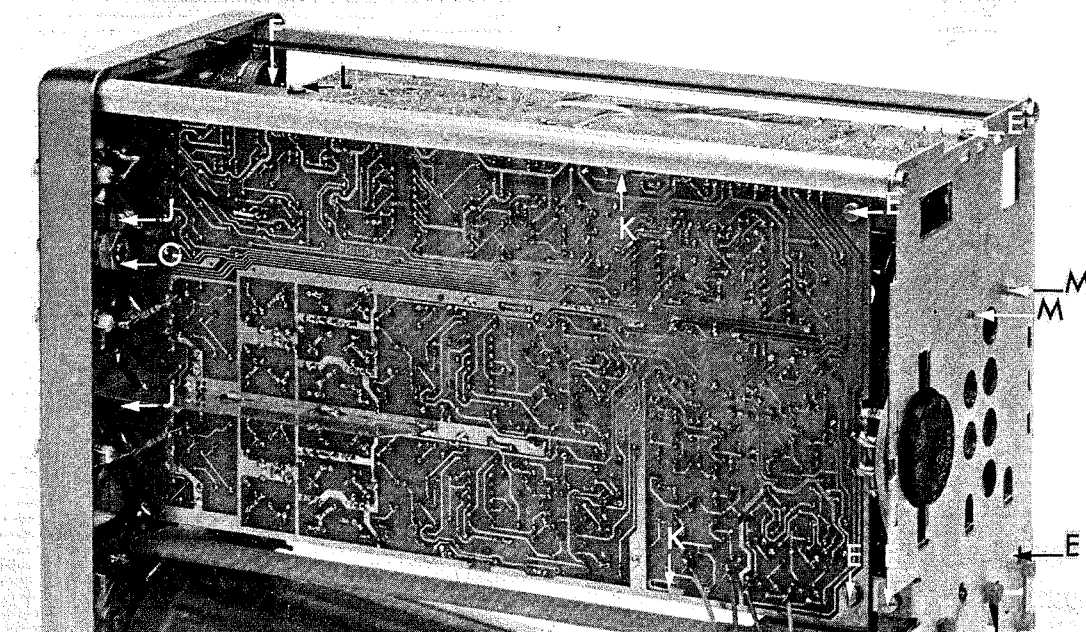

Fig. 2.7. Démontage
- 5 vis E (Fig. 2.7.) maintenant les platines sur le panneau arrière.
- 1 vis F (Fig. 2.7.) derrière le panneau avant (au-dessus).
- 1 écrou G (Fig. 2.7.) derrière le panneau avant (au-dessous).
- Dévisser les deux écrous J (Fig. 2.7.) ainsi que les deux écrous des douilles d'entrée A et B.
- Déboîtier l'étrier K placé à mi-chemin le long de la platine (Fig. 2.7.).
- Pour déposer une platine verticale enlever une vis L fixant le panneau avant (Fig. 2.7.).
- Dévisser les deux écrous des douilles d'entrée A et B et les deux vis J qui fixent la platine au panneau avant (Fig. 2.7.).
- Dévisser les deux écrous de montage M (Fig. 2.7.).